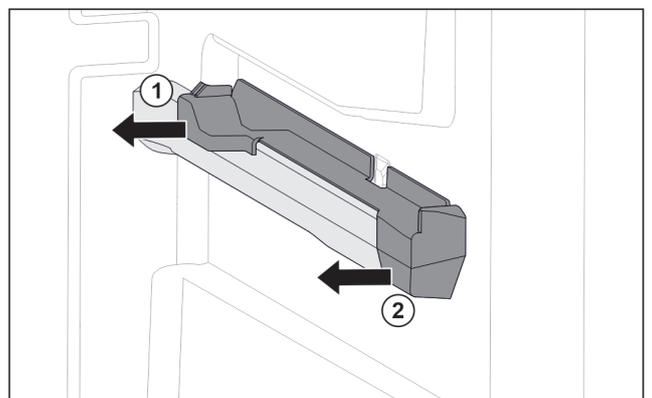

Fig. 50 Aufsteckteil auf der rechten Behälterrippe
- ▶ Aufsteckteil hinten zur Seite abziehen. Fig. 50 (1)
- ▶ Aufsteckteil vorne zur Seite abziehen. Fig. 50 (2)